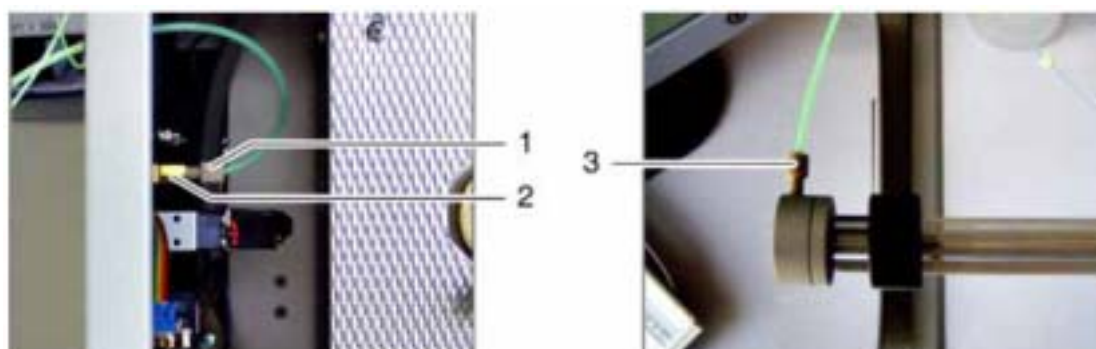

图 104 阀的导管 (30) 和固体测定模块接头
8. 将管道 (30) 与阀的接头连接 (图 104)。
将管道 (30) 另一端连接到固体测定模块的接头 (图 104)。